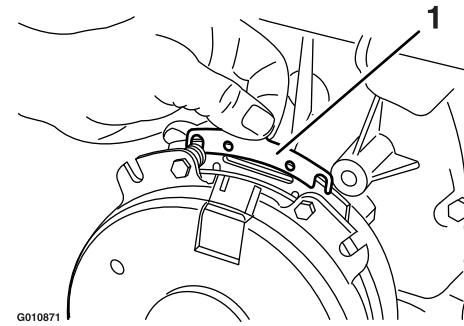

Figura 72
- B. Usando un alicate de punta fina, o a mano, sujeté la pestaña y retire el suplemento (Figura 72).
Retire cualquier acumulación de hierba, suciedad u otros residuos de la rejilla del motor. Esto ayuda a asegurar una refrigeración adecuada y una velocidad de motor correcta, y reduce la posibilidad de sobrecalentamiento y daños mecánicos al motor (Figura 72).